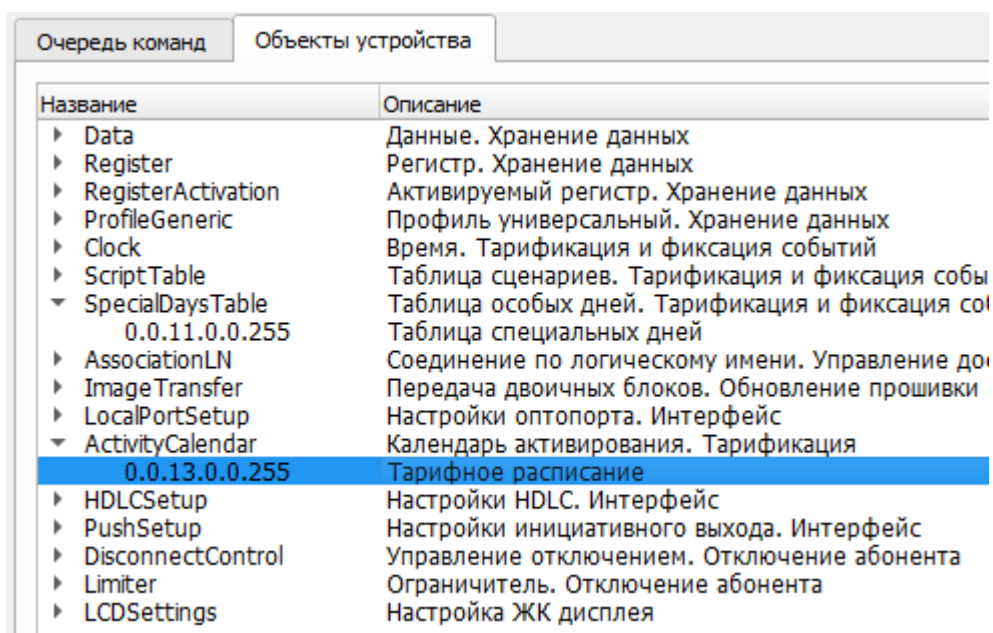

Рисунок 43
- открыть область «Объекты устройства» (Рисунок 43);